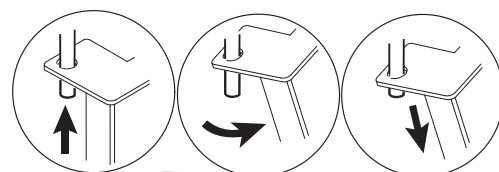

Fig. 8
**Indien nodig de plaatsteunen van de pinnen (Afb. 8) wegnemen en uit het compartiment verwijderen.**